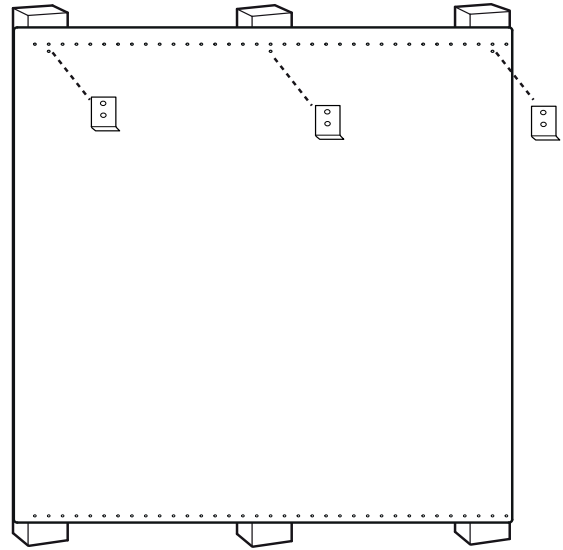

Figura 11: Consola trasera de protección con estante guarda-caliente
3. En el lugar indicado en la *Figura 11*, fije los soportes inferiores proporcionados con el estante guarda-caliente a través de la consola trasera de protección en los travesaños de pared.